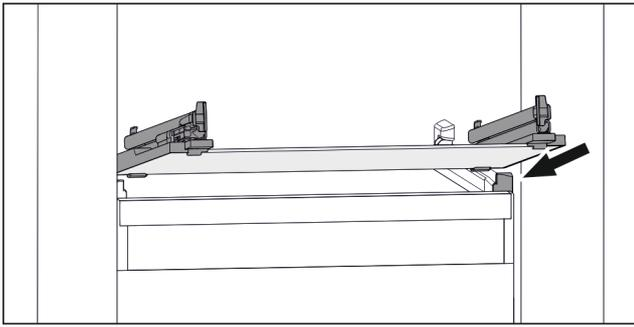

Fig. 78 Приблизне відображення скляної пластини
- ▶ Встановити скляну пластину за стопорами навкосою. (див. Fig. 78)